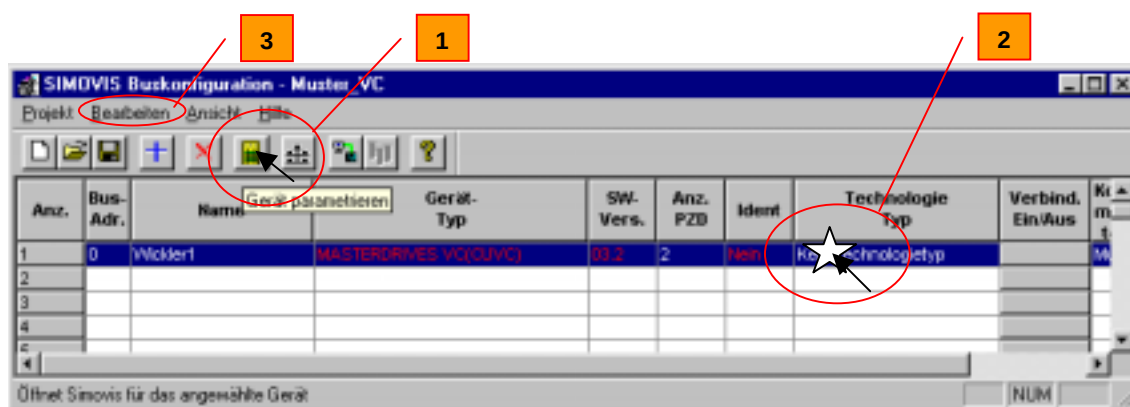

Fig. 5-19 Parametrizar equipamento
- ◆ Clicar duas vezes no equipamento a ser parametrizado (fig.5-19 [2])
- ◆ Chamar na barra de funções *parametrizar equipamento* (fig.5-19 [1])
- ◆ Chamar no menu *Alterar* → *parametrizar equipamento* (fig.5-19 [3])